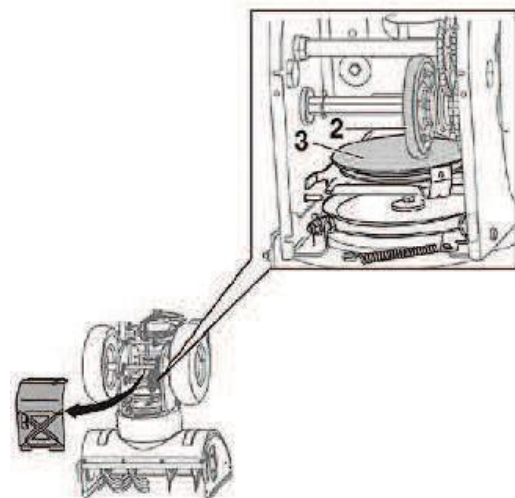

Рис. 12.
11.9 Проверка системы привода колёс (см. рис. 12).